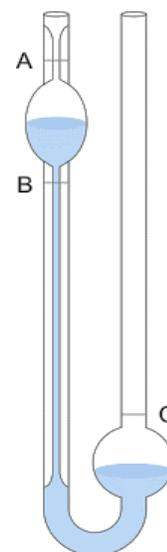

Figura 2:
Procedimiento de uso: verter por el tubo (véase figura 2), el volumen necesario de la muestra para llenar el bulbo (C): introducir el viscosímetro en el baño y equilibrarlo a la temperatura de la prueba. Una vez estabilizada la temperatura, por medio de succión aplicada en el tubo, pasar la muestra al bulbo (A) hasta alcanzar unos 5 mm arriba de la marca, mantenerla ahí con ayuda de obstrucción en el tubo, destapar dicho tubo para que la muestra fluya a través del capilar y empezar a contar el tiempo cuando el nivel de la muestra llegue a la marca, detener el cronómetro cuando el nivel de la muestra llegue a la marca. Anotar el tiempo de fluido de la muestra; repetir tres veces la operación y promediar los tiempos resultantes. Previo lavado del aparato, determinar el tiempo en el que fluye un fluido de referencia en las mismas condiciones que la muestra y promediar los tiempos resultantes.